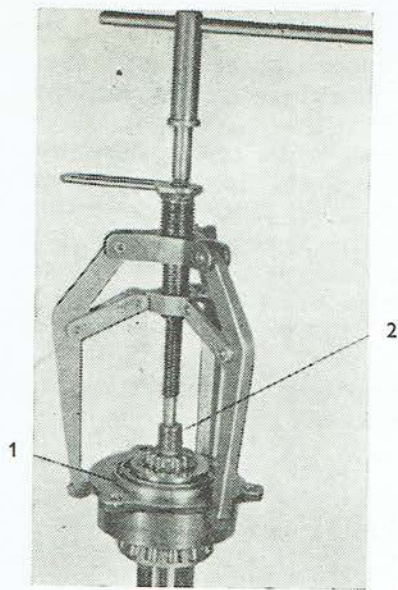

Abb. 106
4. Mit Hilfe eines Universal-Abziehers (Abb. 106) ist die Buchse (Abb. 106/1) samt Kegelrollenlagern von der Ritzelwelle (Abb. 106/2) abziehen.